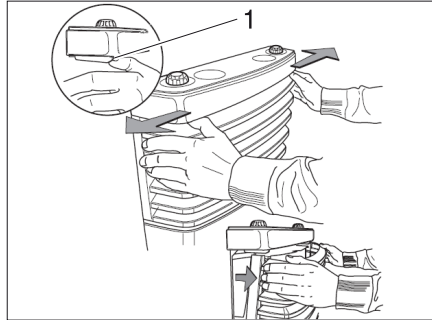

Fig. 104 Rimozione della copertura del riscaldamento
- Rimuovere la copertura del riscaldamento spingendo verso l'esterno le molle di chiusura (Fig. 104,1) laterali, inclinando la copertura in avanti e sollevandola dai supporti inferiori.